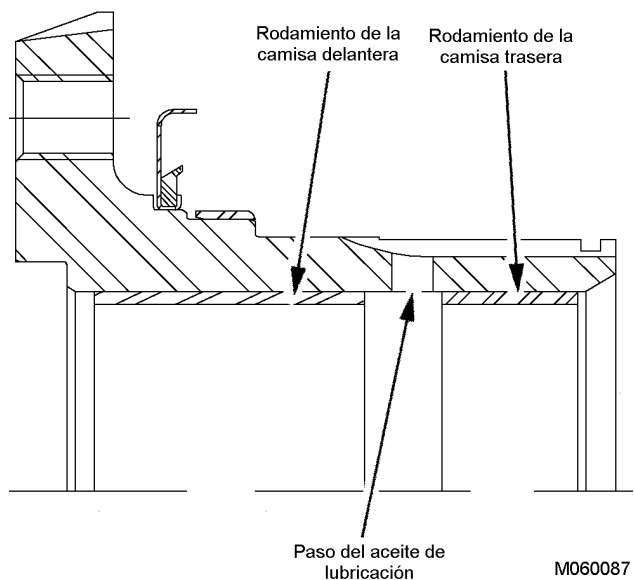

FIGURA 7-40.
3. Con la herramienta "A", presione el rodamiento delantero (largo) de la camisa (44) en el cubo de montaje del ventilador hasta que la herramienta toque la cubierta del cubo. Asegúrese de instalar el rodamiento correcto. Hay dos rodamientos de camisa y cada uno debe instalarse en el punto adecuado del cubo para garantizar que el paso de lubricante no esté restringido. Vea la Figura 7-40.
4. Dé vuelta el cubo sobre el soporte de la prensa. Con la herramienta "B", presione el rodamiento trasero de la camisa (41) en el cubo de montaje del ventilador hasta que la herramienta toque la cubierta del cubo.